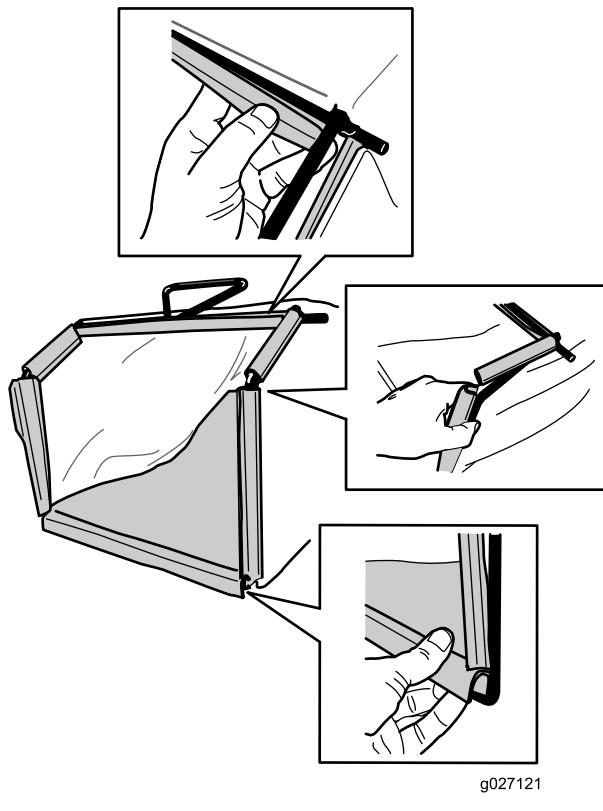

Figura 8
- Enganche el canal inferior de la bolsa en la parte inferior del bastidor (Figura 8).
3. Enganche los canales superior y laterales de la bolsa en la parte superior y en los laterales del bastidor, respectivamente (Figura 8).